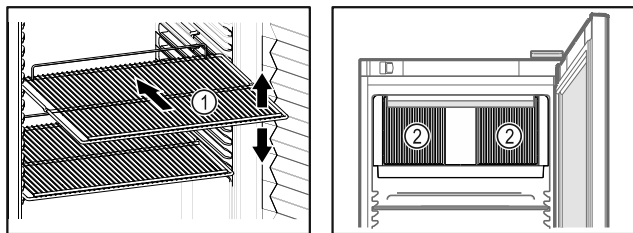

Fig. 78 Ilustrační zobrazení Fig. 79
- Pokud jsou odstavné rošty Fig. 78 (1) přemístitelné, přizpůsobte je vždy na danou výšku.